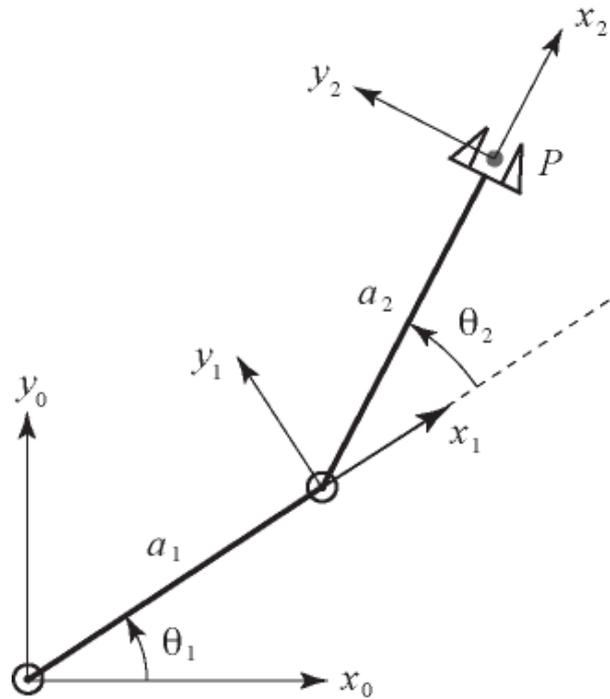

Figure 1 : Robot planaire à 2 DDL.
Soit le robot planaire à 2 DDL (RR) de la Figure 1 auquel un référentiel est associé à chaque segment. En utilisant les matrices de transformation homogènes, déterminer la position et l'orientation de l'organe effecteur (point P) par rapport au référentiel de la base fixe (c'est-à-dire, par rapport au repère $O_0-x_0y_0z_0$).